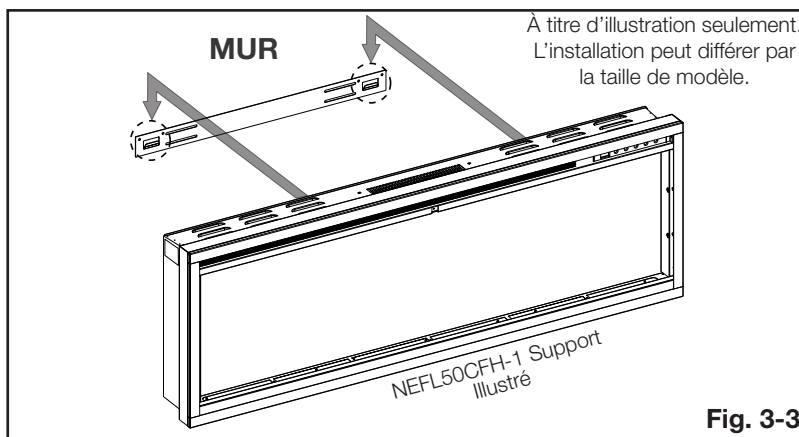

Fig. 3-3
- F.** Avec le support de montage murale installé, demandez à deux personnes de soulever l'appareil et insérez les crochets sur le support dans les fentes à l'arrière de l'appareil (**Fig. 3-3**).